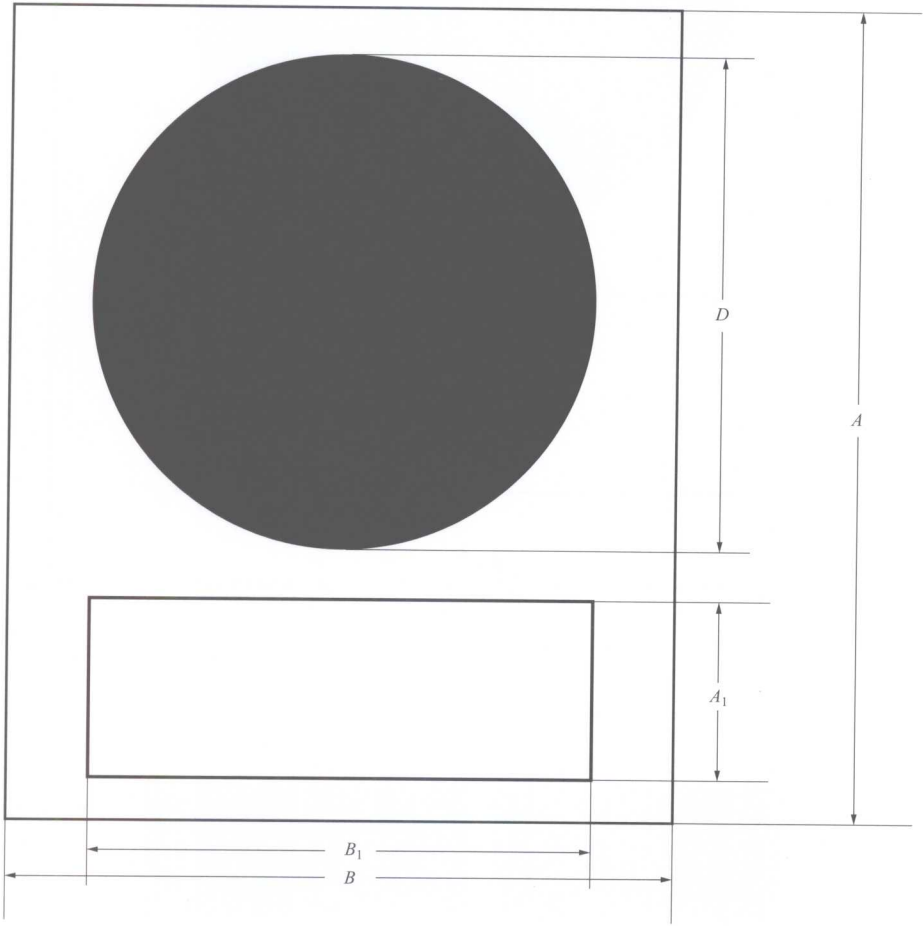

图 A 3-1 指令标志牌制图标准
- (1) 指令标志是强制人们必须做出某种动作或采取防范措施的图形标志。
- (2) 指令标志牌基本型式是长方形衬底牌，上方是圆形的指令标志，下方为矩形补充标志。图形上、中、下间隙，左、右间隙相等。指令标志牌制图标准见图 A 3-1。
- (3) 指令标志牌参数可根据现场情况采用甲、乙、丙、丁四种规格，见表 A 3-1。